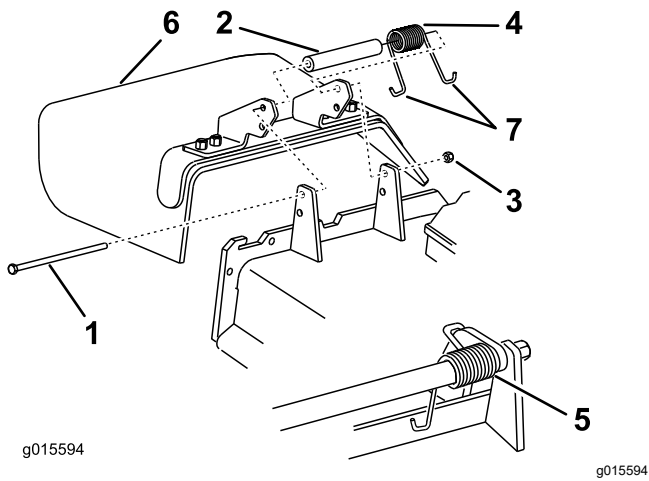

Figura 92
1. Retire la contratuerca, el perno, el muelle y el espaciador que sujetan el deflector a los soportes de pivote (Figura 92).
2. Retire el deflector de hierba dañado o desgastado (Figura 92).
- Nota:** Asegúrese de colocar un extremo con gancho en **J** del muelle detrás del reborde de la carcasa antes de instalar el perno, según se muestra en Figura 92.
- Coloque 1 extremo en **J** del muelle alrededor del deflector de hierba (Figura 92).